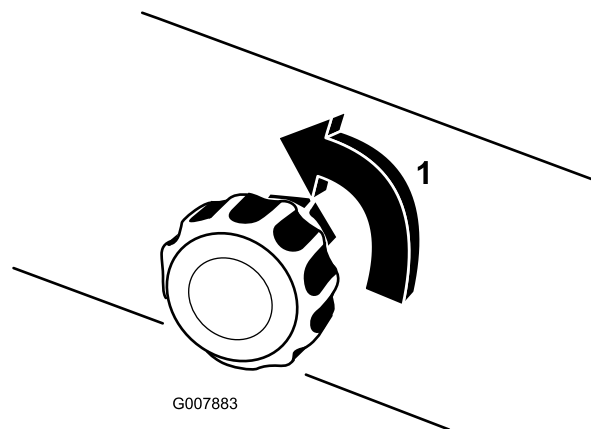

Figura 19
5. Per l'operazione iniziale, aprite la valvola di regolazione della densità della schiuma da 1/8 a 1/4 di giro in senso contrario alle lancette dell'orologio (Figura 19).